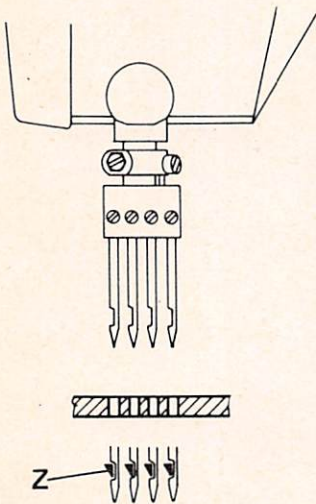

Fig. 25
- Posizionare i crochet Z in modo che, nella loro corsa, sfiorino gli aghi (fig. 25) e regolarli in modo che avanzando, entrino nello scalfio degli aghi nelle condizioni illustrate in fig. 26.
- Position loopers Z so that they just graze past the needles during their stroke (fig. 25) and adjust them so that they enter the groove of needles as they move forward, as shown in fig. 26